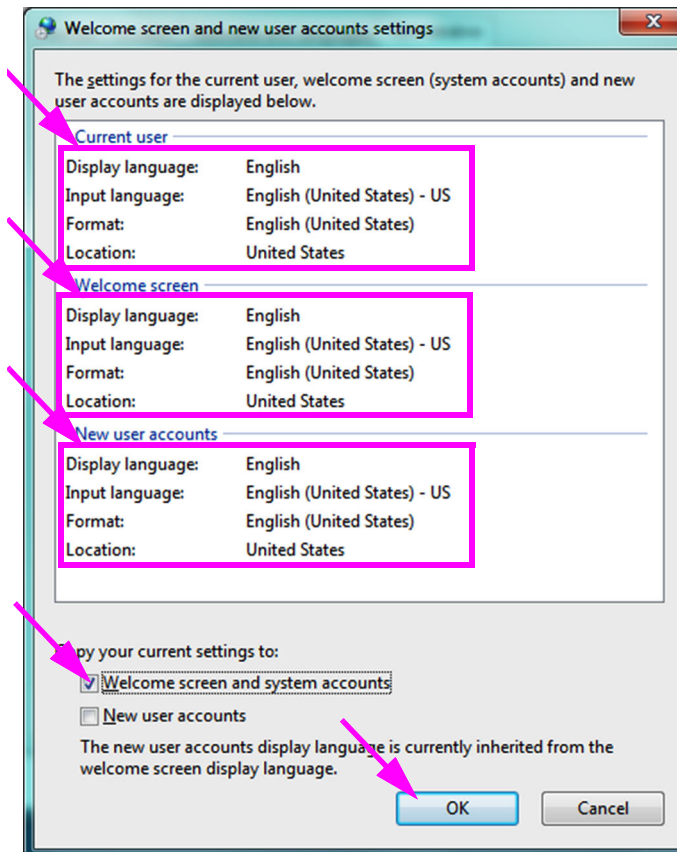

Abbildung C-17. Bildschirm „Welcome Screen and New User Account Settings“ (Willkommensseite und Einstellungen für neues Benutzerkonto)
- Der Bildschirm „Welcome screen and new user account settings“ (Willkommensseite und Einstellungen für neues Benutzerkonto) wird angezeigt (vgl. Abbildung C-17).
- Bestätigen Sie, dass die Formatfelder zu der in Abschnitt C.4.1 ausgewählten Sprache und die Eingabesprachenfelder zu der in Abschnitt C.4.2 ausgewählten Sprache passen (vgl. Abbildung C-17).